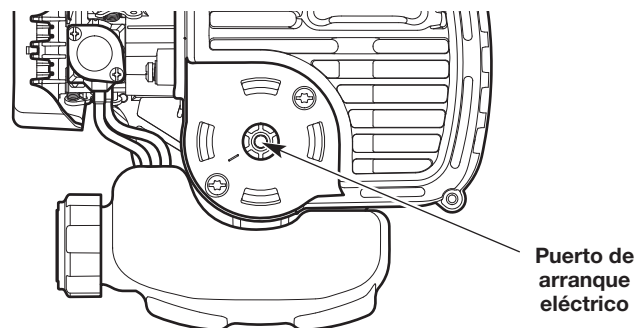

Fig. 10
6. **NO** apriete el control del acelerador. Inserte el accesorio de arranque eléctrico dentro del orificio de arranque eléctrico (Fig. 10). Consulte la sección *Funcionamiento* del manual del operador del accesorio de arranque eléctrico.